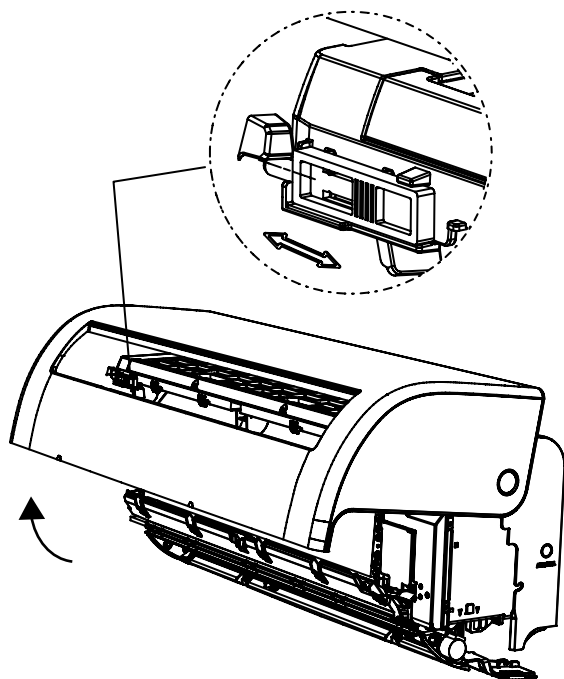

Рис. 11
2. Если отверстие в стене находится за блоком, оставьте заглушку на месте. Если отверстие в стене находится сбоку от внутреннего блока, снимите пластиковую заглушку с нужной стороны. (См. Рис. 11).